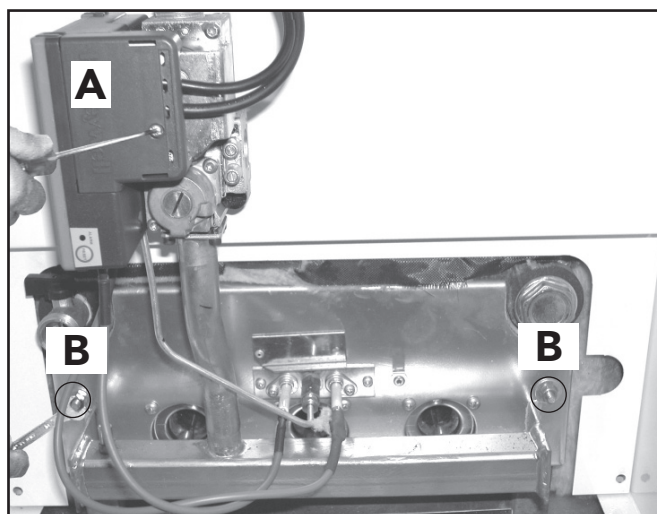

fig. 8
- Retire a unidade electrónica de comando **A** da válvula do gás (fig. 8);
- Desaperte as duas porcas **B** que fixam a porta da câmara de combustão aos elementos em ferro fundido da caldeira (fig. 8)